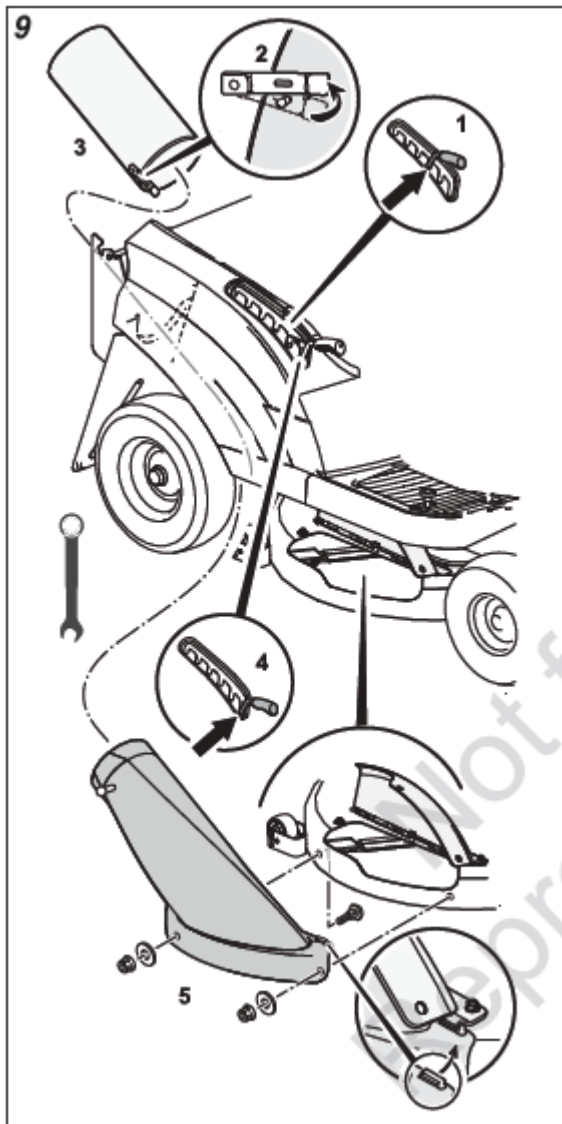

Рис. 10
1. Снимите разгрузочный лоток, как показано на рис. 10.